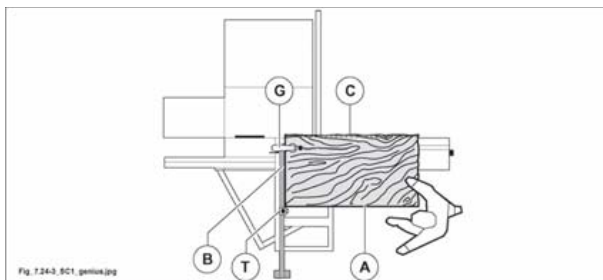

Fig. 7.24-3
- Ruotare nuovamente il pannello di 90°. Appoggiare il lato appena tagliato (B fig. 7.24-3) contro la riga in alluminio, il lato rifilato (A fig. 7.24-3) in appoggio alla battuta (T fig. 7.24-3) della riga (posizionata alla misura di taglio), bloccare con lo stringipezzo (G fig. 7.24-3) ed effettuare il taglio (C fig. 7.24-3).